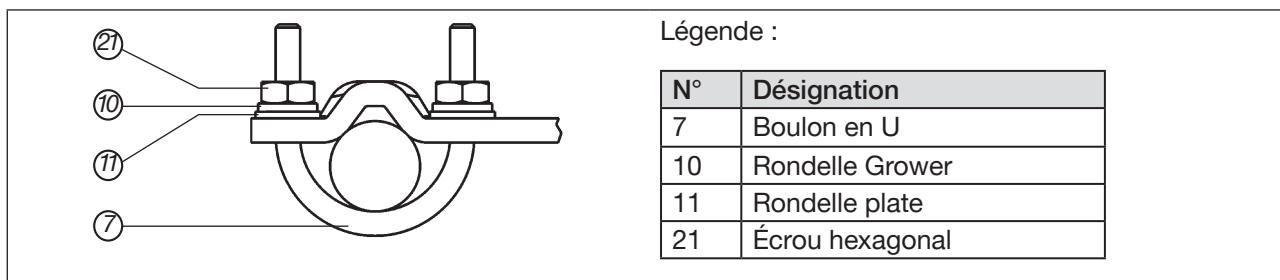

Figure 21 : Fixation du positionneur avec l'équerre de montage ; pour les actionneurs avec portique
→ Fixer l'équerre de montage sur le portique avec les boulons en U ⑦, les rondelles plates ⑪, les rondelles Grower ⑩ et les écrous hexagonaux ⑳ (voir « Figure 21 »).